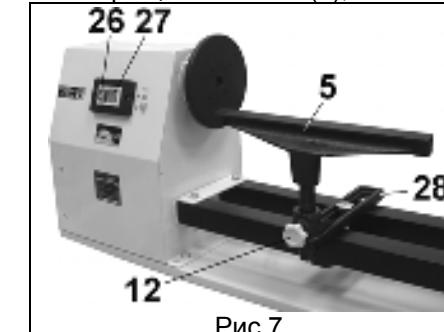

Рис.7
**Внимание:** Машина оборудована концевым выключателем (25), Рис. 7. При открытой задней дверце (19) электродвигатель машины не включится.